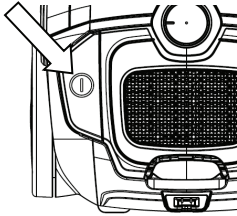

Рис. 4
Нажмите ногой выключатель (12), чтобы включить пылесос (Рис. 4).